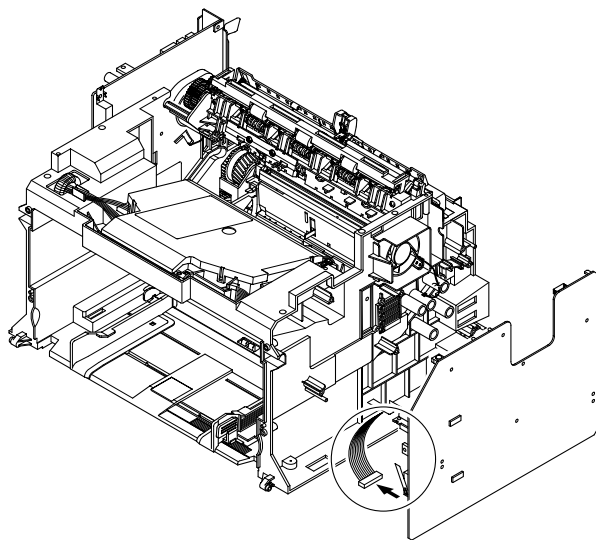

Рисунок 2
4. Отсоедините разъем от HVPS, рисунок 2.